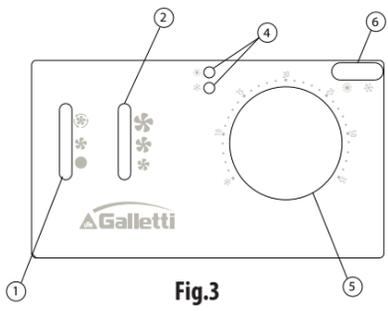

Fig.3
**EYTED10 (Fig.3):** régulateur électronique pour ventilo-convecteur avec échangeur simple ou double (installation à 2 ou à 4 tubes), ventilateur inverter contrôlé par signal 0-10V, vannes ON/OFF, sélection ÉTÉ/HIVER manuelle ou automatique (en fonction de la température de l'air), possibilité de lecture de la température de l'eau pour signal de validation de la ventilation.
- ① – Sélecteur ON/OFF à deux positions (EYTED2T et EYTED4T) ou à trois positions (EYTED10):
- ② – Sélecteur manuel de la vitesse de ventilation (vitesses MINIMUM, MOYENNE et MAXIMUM); ne comporte aucun effet si le sélecteur ON/OFF est sur ON avec ventilation automatique (EYTED10 seulement)
- ③ – Voyant vert de signalisation (EYTED2T):